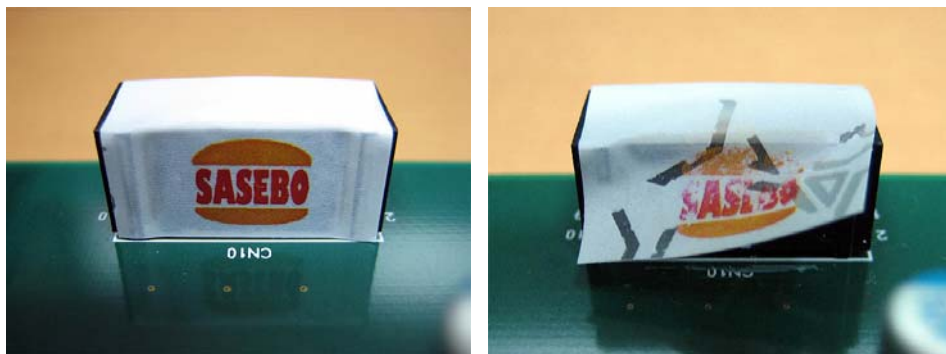

図 19 シールがはがされていないことを確認
- ① ボード上の 2 つの EEPROM(XCF08P と XCR16P)の回路設計情報が書き換えられていないことを、改ざん防止シールの状態で確認する。(図 19)